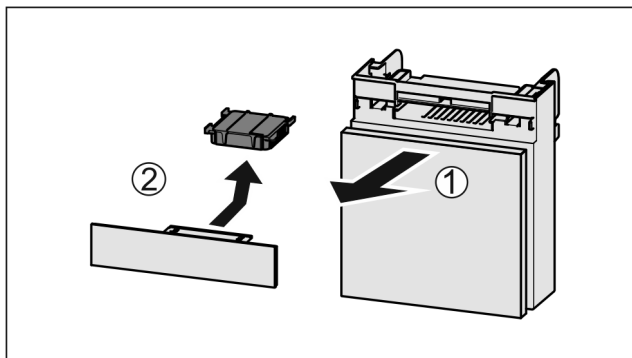

Fig. 199
- ▶ Потягніть Fig. 199 (1) відділення вперед.
- ▶ Витягнути Fig. 199 (2) фільтр з активованого вугілля.